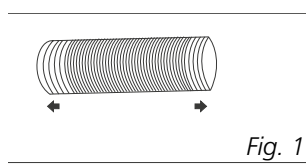

Fig. 1
- 1 Forlæng hver side af slangen (Fig. 1) og skru slangens indløb (Fig. 2).